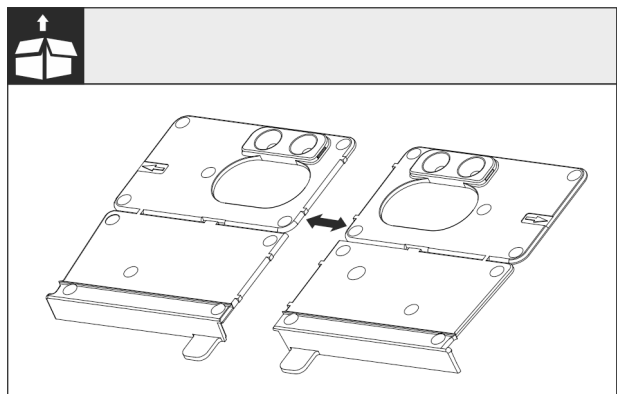

Fig. 27
► Oddel'te montážny uholník dna Fig. 27 () na perforácii.